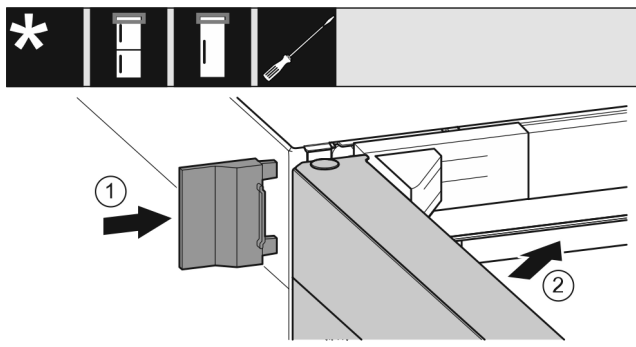

Fig. 21
- ▶ Împingeți apărătoarea exterioară. *Fig. 21 (1)*
- ▶ Închideți ușa superioară. *Fig. 21 (2)*